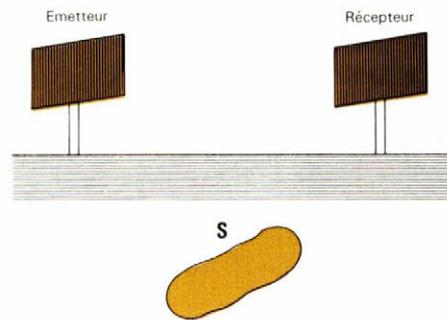

Fig. 8. – La méthode électromagnétique.
– La méthode électromagnétique met en œuvre un émetteur qui injecte dans les terrains un courant (5 000 Hz), recueilli par un récepteur relié à un appareil de mesure. La méthode est fondée sur le fait que les corps enfouis dans le sous-sol sont le siège de courants induits plus importants que ceux qui circulent dans les alentours de la zone de mesure (fig. 8 et 9).